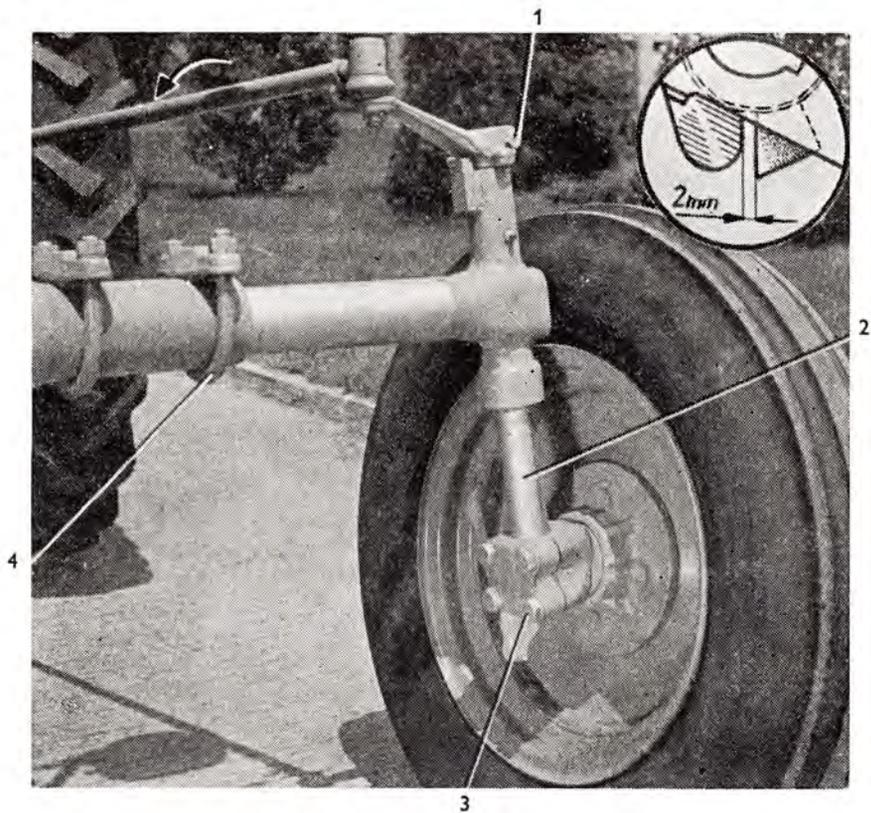
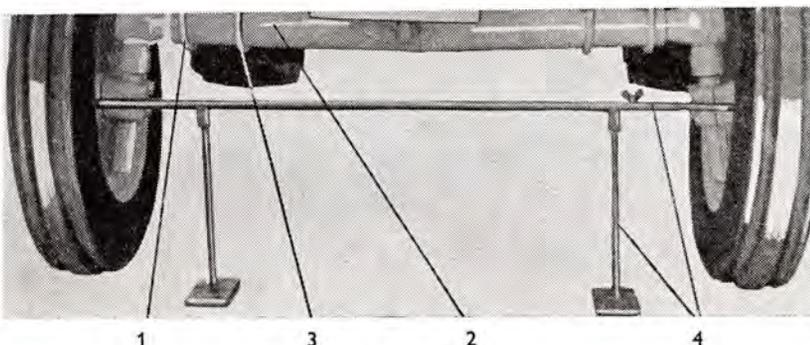

Abb. 67
Abb. 69
6. Die Mutter M 10 (Abb. 67/1) ist von der Abziehschraube des Lenkhebels abzuschrauben, die Schraube zu entfernen, der Hebel abzuziehen; der Keil und der Achsschenkelbolzen (Abb. 67/2) der Vorderachse ist in Richtung nach unten her auszuschlagen.
7. Vier Schrauben M 14×1,5×50 8G (Abb. 67/3) sind zu entsichern und auszuschrauben; dadurch wird der Drehbolzen gelockert.
2. Die äusseren Bügel (Abb. 67/4) sind durch Abschrauben von vier Muttern M 14×1,5 abzumontieren und die Bügel sind von der Vorderachse abzuschlagen.
5. Mit Hilfe einer Spezialvorrichtung (Einstellstange und zwei Ständer — Abb. 69) ist die vorgeschriebene Vorspur  $6 \pm 4$  mm einzustellen. Die Einstellung wird durch Drehen der Lenkzugstangen (Abb. 67) durchgeführt, die auf beiden Seiten gleichmässig ein- oder ausgeschraubt werden müssen, z. B. um 2 bis 3 Gewindegänge.
6. Der Anschlag der Anschlagstücke ist zu kontrollieren. (Beim Schlepper mit abgedefertem Ansatz sind die Anschlagstücke innen im Lenkhebel angeordnet und der Anschlag ist durch die Konstruktion gegeben.) Die Kontrolle ist nachfolgend durchzuführen: Die Räder sind so in den maximalen Lenkungsanschlag zu stellen, bis am Innenrad die Anschlagstücke aufeinander aufsitzen. In dieser Stellung müssen die Anschlagstücke am Aussenrad ein Spiel von 2 mm aufweisen (Abb. 67).
Durch Drehen der Lenkzugstange (Abb. 67) zum Kurbelgehäuse wird die Lenkung verkürzt, d. h. die Vorspur der Räder wird vergrössert.